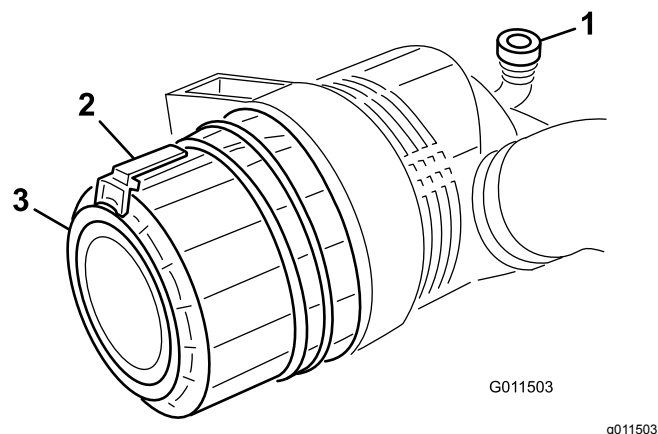

Figura 71
1. Tirate il fermo verso l'esterno e ruotate il coperchio del filtro in senso antiorario (Figura 71).
7. Montare il coperchio con la valvola di uscita in gomma (Figura 71) disposta in giù, in una posizione tra le ore 5 e le ore 7 vista dall'estremità. Fissate il fermo.